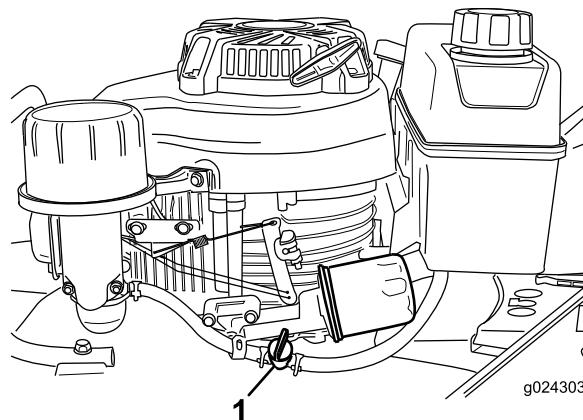

Bild 16
2. Öffnen Sie den Kraftstoffhahn (Bild 16).